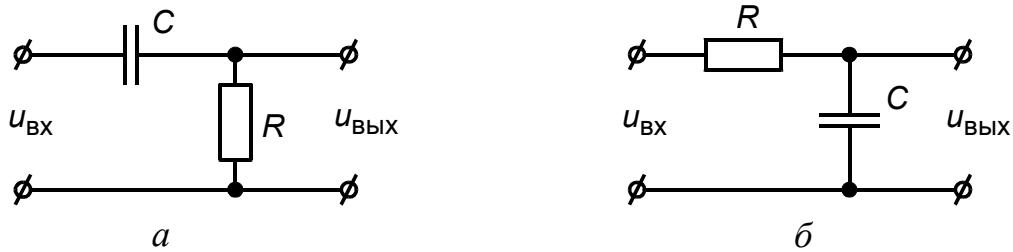

Рис. 4.2. RC – цепь, начинающаяся с конденсатора (а) и резистора (б).
4.5. Используя модули с резистором $R = 10 \text{ кОм}, 11 \text{ кОм}, 12 \text{ кОм}$ (сопротивление резистора задает преподаватель) и конденсатором $C = 47 \text{ нФ}$, собрать на наборном поле лабораторного стенда фазосдвигающую RC -цепь (рис. 4.2), обеспечивающую заданный фазовый сдвиг между входным и выходным гармоническими напряжениями φ_{KU} . Рассчитать частоту входного сигнала, при котором обеспечивается заданное значение φ_{KU} (уточнить у преподавателя).
4.6. На монтажной панели собрать RC – цепь (вариант цепи уточнить у преподавателя), изображенную на рис. 4.2 с параметрами резистора и конденсатора, взятые из п.4.5. На вход цепи подать гармонический сигнал частотой величиной $U_{вых\ ген} = 1$ В от функционального генератора GFG8216A. Изменяя частоту генератора от 30 Гц до 30 кГц, снять зависимости (15-20 точек) коэффициента передачи $K_U = U_{вых} / U_{bx}$ и фазового сдвига исследуемой цепи $\phi_{KU} = \phi_{U_{вых}} - \phi_{U_{bx}}$ от частоты. Построить полученные зависимости, определить полосы пропускания и подавления и тип фильтра.
4.7. На монтажной панели собрать RC -цепь (рис. 4.2), используя элементы с параметрами: $R = 1$ кОм (либо 1,2 кОм; 1,5 кОм; 3кОм); $C = 47$ нФ (либо 1 нФ, 6,2 нФ, 0,1 мкФ) – вариант схемы и номиналы элементов задаются преподавателем. Установить следующие параметры выходных импульсов функционального генератора: полярность – положительная, $f = 1$ кГц, $U_m = 5$ В.